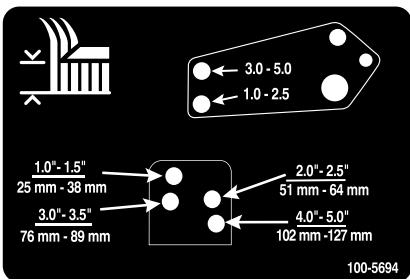

Figura 28
10. Allineate i fori dei tiranti di smorzamento con i fori della staffa per l'altezza di taglio desiderata sul telaio del piatto di taglio, inserite i perni con testa e montate le coppiglie (Figura 28).